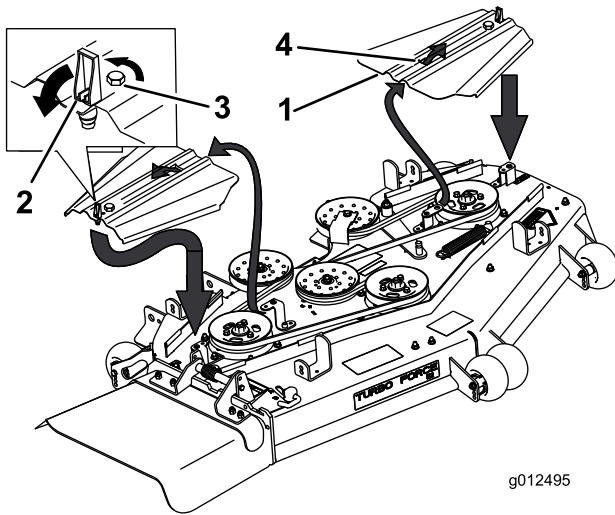

Bild 67
3. Entfernen Sie die Riemenabdeckungen und die Schrauben (Bild 67).
9. Setzen Sie die Riemenführungen ein, indem Sie die Abdeckung in die Lasche schieben, ziehen Sie die Schrauben an und schließen Sie die Riegel (Bild 67).